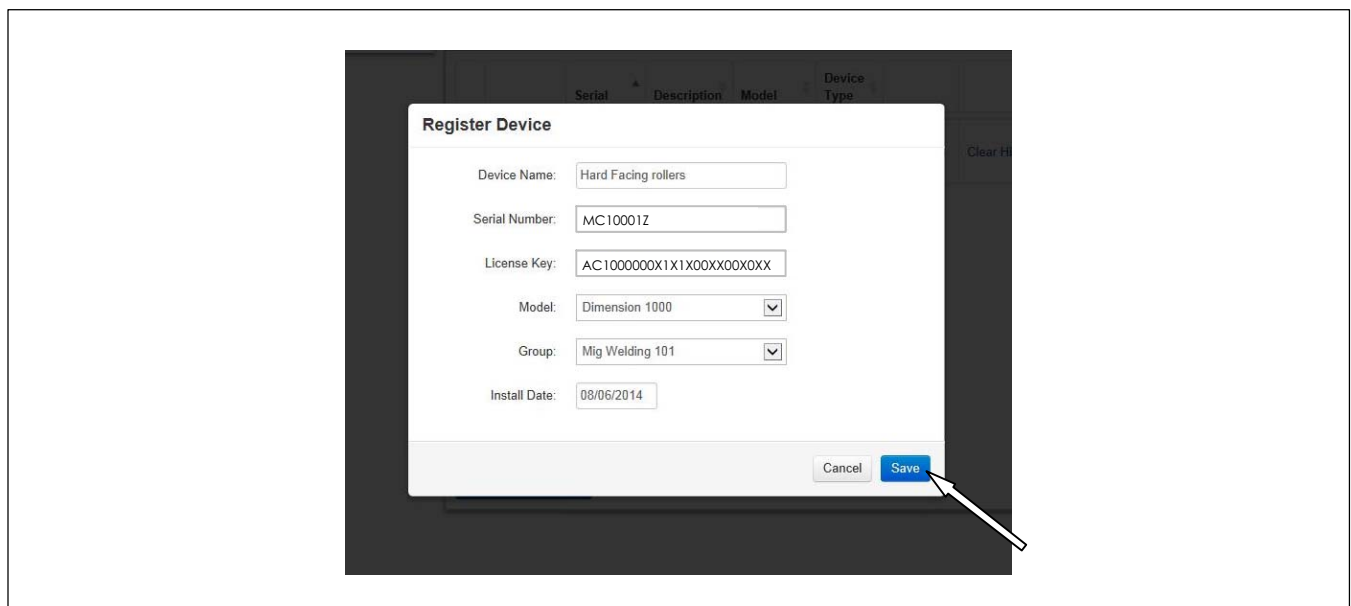

Figura 9-21. Pantalla de confirmación del registro del dispositivo
5. Aparecerá una ventana de confirmación. Si la información es correcta, haga clic en el botón Save (Guardar) (vea la Figura 9-21).